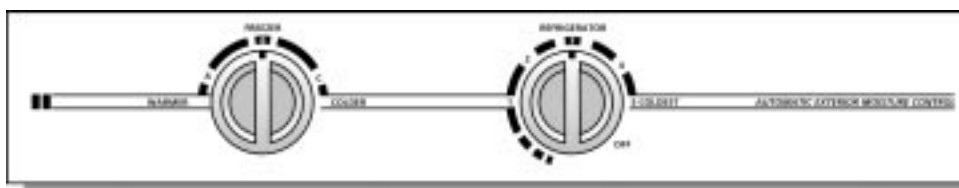

Fig. 3
3. Régulation de température (boutons de thermostat) (Fig. 3)